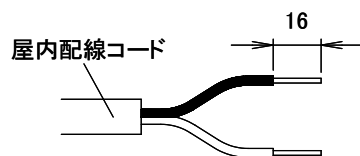

図12-15
- ①屋内配線コードの先端の被覆を16mmむいてください。(図12-15)